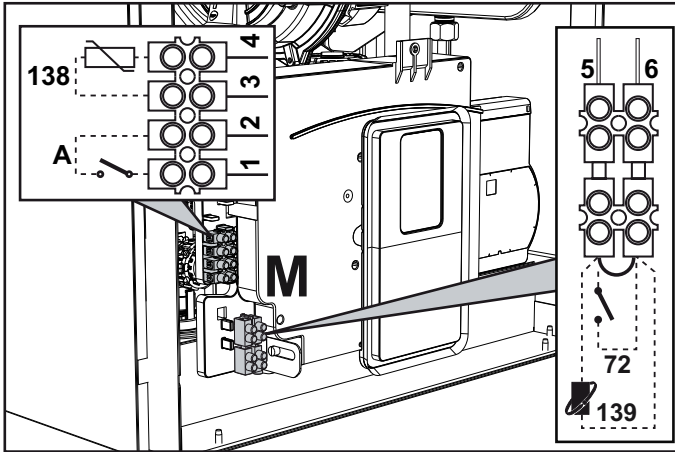

fig. 28
Después de quitar el panel frontal (*** 'Apertura del panel frontal' on page 97 ***) es posible acceder a las borneras (M) y al fusible (F) como se indica a continuación. **Los bornes indicados en la fig. 28 deben tener contactos secos (no 230 V).** La posición de los bornes para las diferentes conexiones también se ilustra en el esquema eléctrico de la fig. 65.
Configuración del interruptor ON/OFF (A, fig. 28)